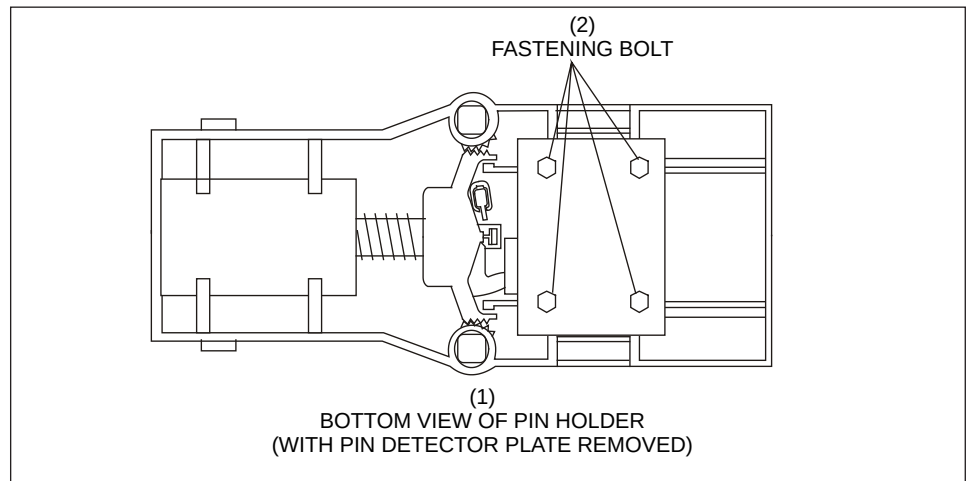

Abbildung 5-38. Pin-Halter-Befestigungsschrauben
1. Lockern Sie die vier Pin-Halter-Befestigungsschrauben, um die Positionen einzelner Pins nach links und rechts zu verschieben. Siehe *Abbildung 5-38*.